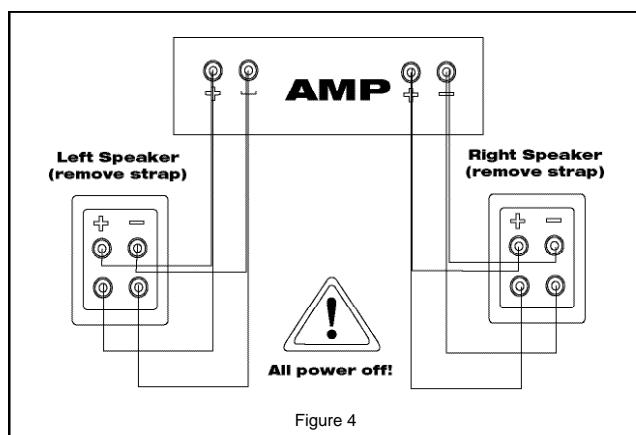

Figure 4
**Bi-câblage:** Le bi-câblage consiste à raccorder des câbles distincts des bornes de sortie de l'amplificateur ou du récepteur aux bornes d'entrée correspondant au haut-parleur d'aigus et aux haut-parleurs de graves (voir la figure 4). Cela se traduit par une résistance électrique entre l'amplificateur et l'enceinte inférieure à celle que présente un simple câblage réalisé avec des fils de la même section. Dans certains cas, le bi-câblage peut être préférable au simple câblage à fils de forte section, plus gros et sans doute moins souples.